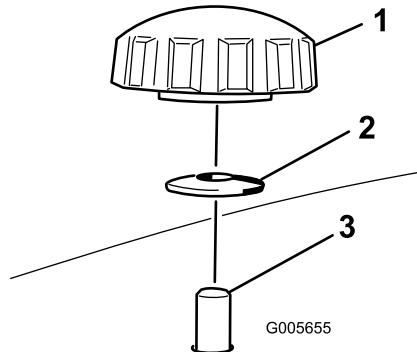

Figura 29
4. Remova os 2 manípulos e as anilhas curvas que fixam o abafador direito ao cortador Figura 29.
- 5. Remova o abafador direito e baixe o deflector de relva por cima da abertura de descarga conforme indicado em Figura 29 e Figura 30.
5. Faça deslizar o abafador direito por debaixo da plataforma do cortador e fixe-o utilizando 2 manípulos e anilhas curvas (lado oval virado para o cortador) conforme indicado em Figura 30 e Figura 29.